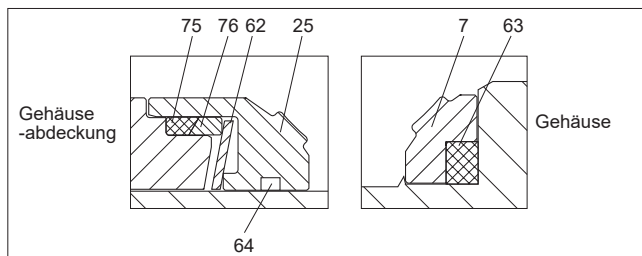

Abb. 18 G-Sitz
- Setzen Sie die Dichtung (63) in den Sitz (7) ein, siehe Abbildung 18, und führen Sie dann beide Teile vollständig in die Gegenbohrung des Gehäuses (1) ein.
- Setzen Sie die Kugel auf den gesicherten Sitz, so dass die Nut die Wellenöffnung abdeckt. Drücken Sie die Welle (5) von außen in das Ventil. Stellen Sie sicher, dass das Wellenende in die Kugelnut passt.
- Montieren Sie den Sitz (25) mit der Sitzabdichtung (64), der Feder (62), der Sitzabdichtung (75) und dem Stützring (76), siehe Abb. 18, und setzen Sie diese Einheit in die Gehäuseabdeckung (2).